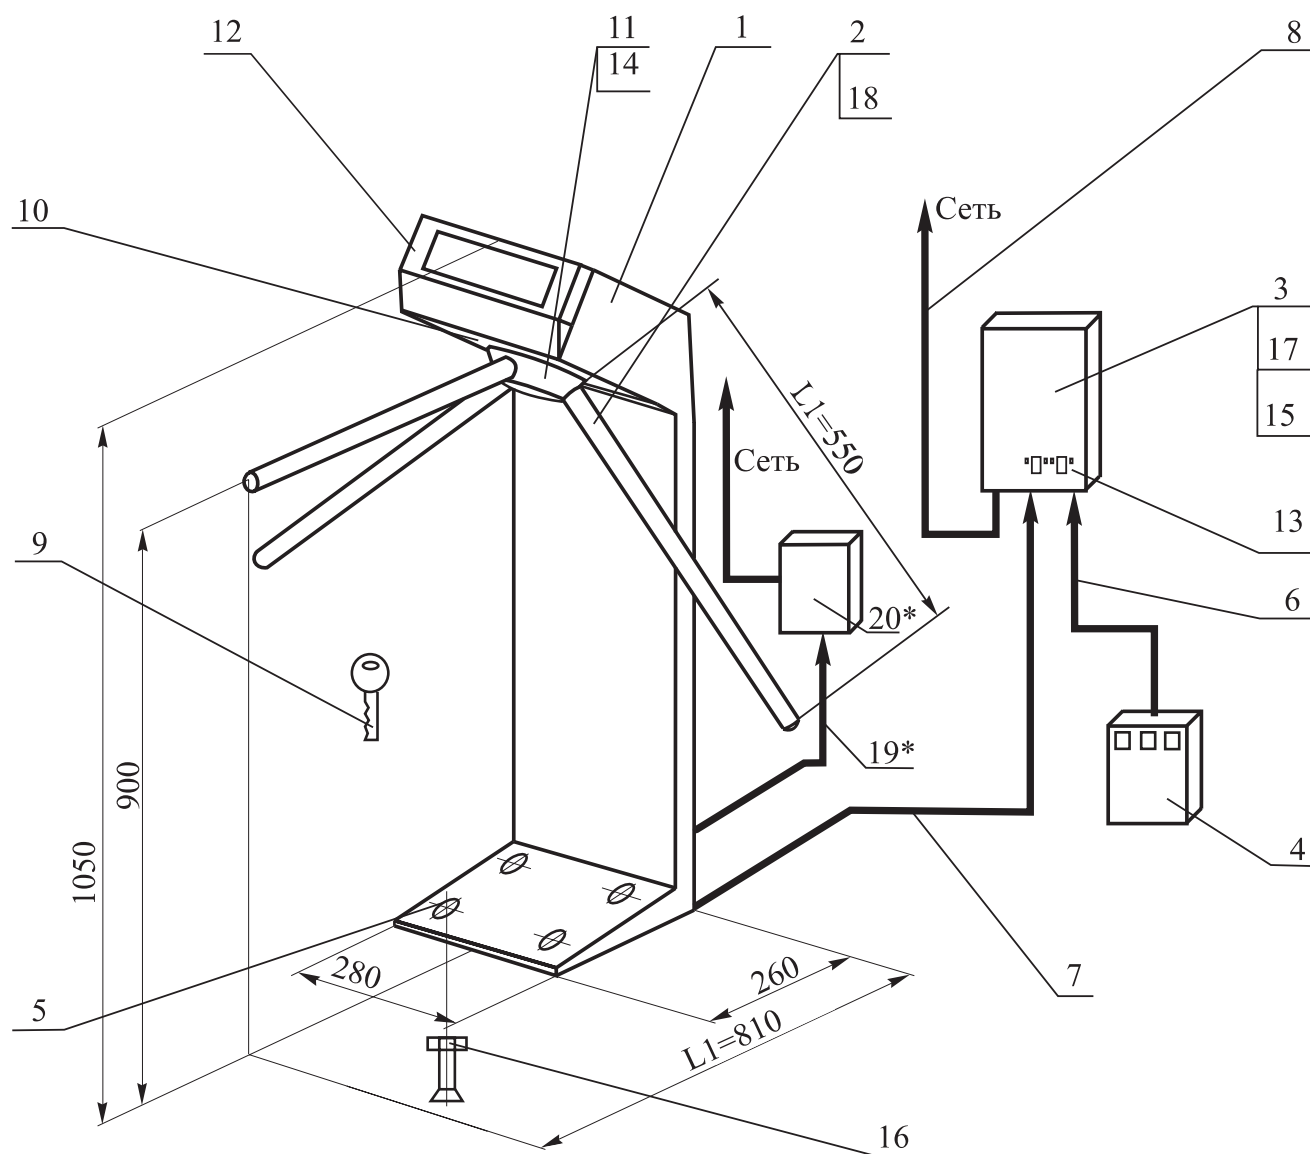

Рис. 1 Общий вид турникета PERCo-TTR-04W:
Устройство турникета показано на рис. 1.
5.2.5. Блок управления (см. рис. 1 и 2) выполнен в виде отдельного прибора в закрытом металлическом корпусе, обеспечивающем настенное крепление с наружной антисдергивающей фиксацией. Возможно настольное применение блока управления.
1. На контакты «Sens R/Pass R» и «Sens L/Pass L» транслируется состояние датчиков поворота. В этом случае при проходе (повороте на 120° планшайбы (11 на рис.1), к которой крепятся преграждающие планки) формируется следующая последовательность сигналов: